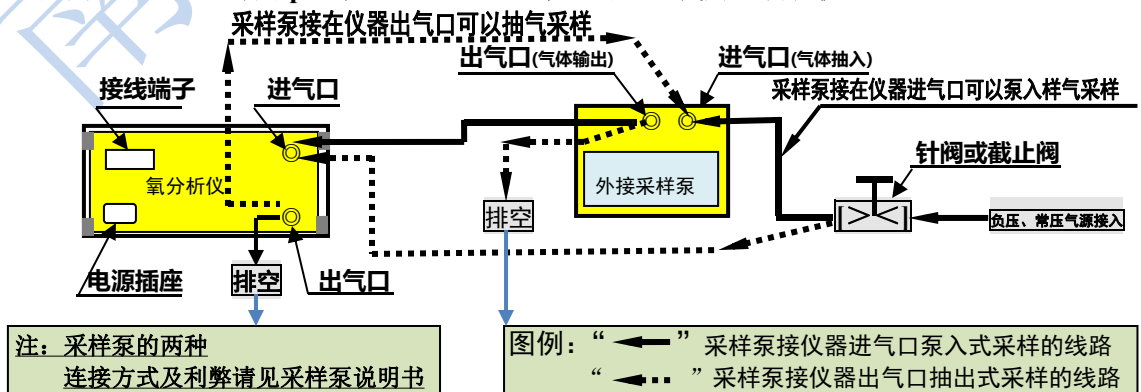

图 5 外接采样泵的二种采样连接的示意图
4.2.6、仪器在常、负压下使用时，需使用采样泵。该泵是根据用户的需要加装的，必须在订货时提出。请注意，使用采样泵时，必须在仪器的样气进口加装过滤器，否则容易使气路因粉尘而堵塞。仪器也可以外接采样泵。该泵可以接在气样进口，也可以接在仪器出口口上（见图 5）。接在进气口时要注意采样泵回路的密封性能。配用泵时，可使用内径Φ7mm，壁厚为 1.0mm 的专用 pvc 管，不宜过长，本公司可以代为配套提供。